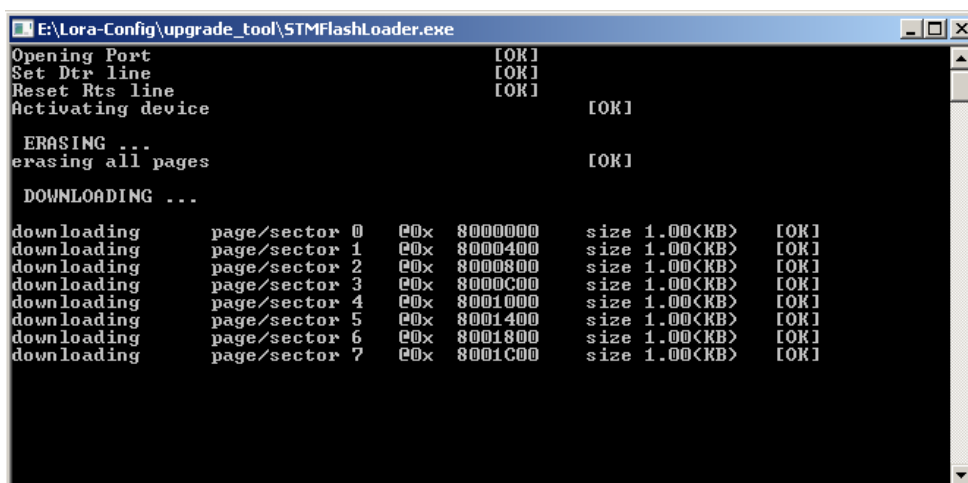

Рис. 18 – Процесс обновления
2. Для продолжения требуется нажать кнопку «ОК», будет запущен процесс обновления (Рисунок 18).